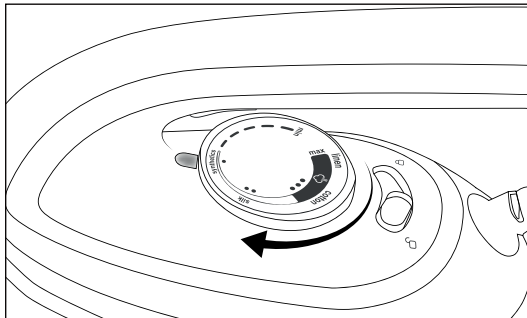

Fig. 7
- 3) Tournez le thermostat **3** et réglez la température de repassage souhaitée (voir Fig. 7).